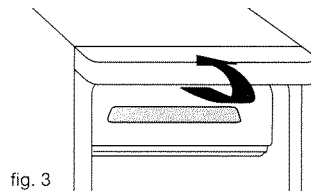

fig. 3
- 11- Déclipez le fronton (fig. 3).